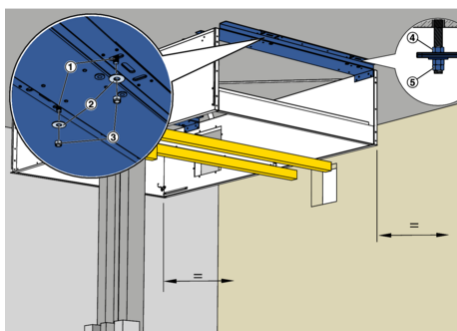

Abb. 26: Befestigungspunkte anzeichnen, bohren
Bohrlöcher ausblasen, Schwerlastanker montieren und Gewindestangen einschrauben und ggf. eine Mutter je Gewindestange als Anschlag (Abb. 26/4) aufschrauben.
Zargenbauteil 1 mit dem Lift wieder an die Montageposition fahren und an den Gewindestangen (Abb. 26/1) mit Karosseriescheiben (Abb. 26/2) und Muttern (Abb. 26/3) befestigen.
3. ▶ Gerätebauteil in Waage ausrichten und Muttern aller Deckenbefestigung nachziehen, Zargenbauteil hängt frei schwebend (keine Anpressung an die Decke), so das es später noch ausgerichtet werden kann. Muttern mit Kontermuttern (Abb. 26/5) sichern.